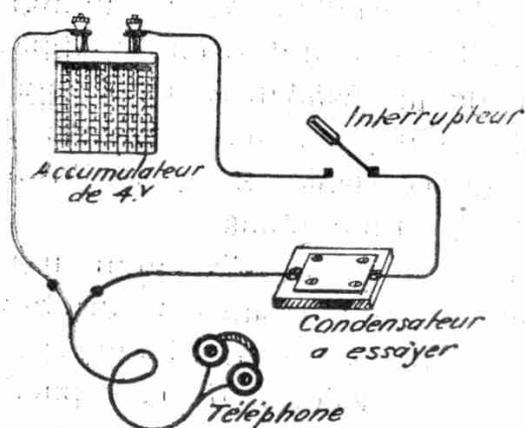

Fig. 4
2. Les condensateurs variables se court-circuitent parfois pour différentes positions des armatures. Pour faire l'essai nous employerons la même méthode (fig. 4). On tournera très lentement les plaques mobiles du condensateur, chaque contact sera traduit par de violents craquements dans le téléphone.
3. Une résistance peut être coupée ou ne pas avoir la valeur indiquée sur sa plaquette. Dans le premier cas, on emploiera la méthode de la fig. 4, en remplaçant le condensateur par la résistance. Cette fois, nous devons entendre un claquement à l'ouverture aussi bien qu'à la fermeture de l'interrupteur.